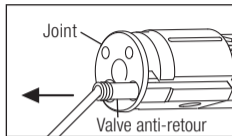

Fig. 47
- 2 Retirez le joint puis retirez l'ancienne valve anti-retour avec un bâton fin. (Fig. 47).